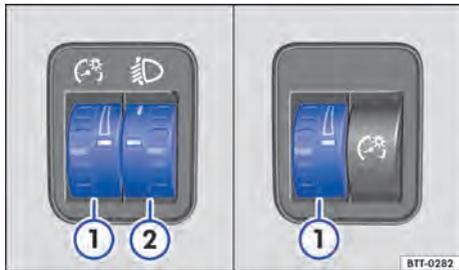

Fig. 84 Ao lado do volante: regulador da iluminação dos instrumentos e dos interruptores (1), assim como regulagem de alcance do farol (2).
A luminosidade da iluminação dos instrumentos e dos interruptores pode ser regulada sem escalonamento girando o regulador \Rightarrow Fig. 84 (1).